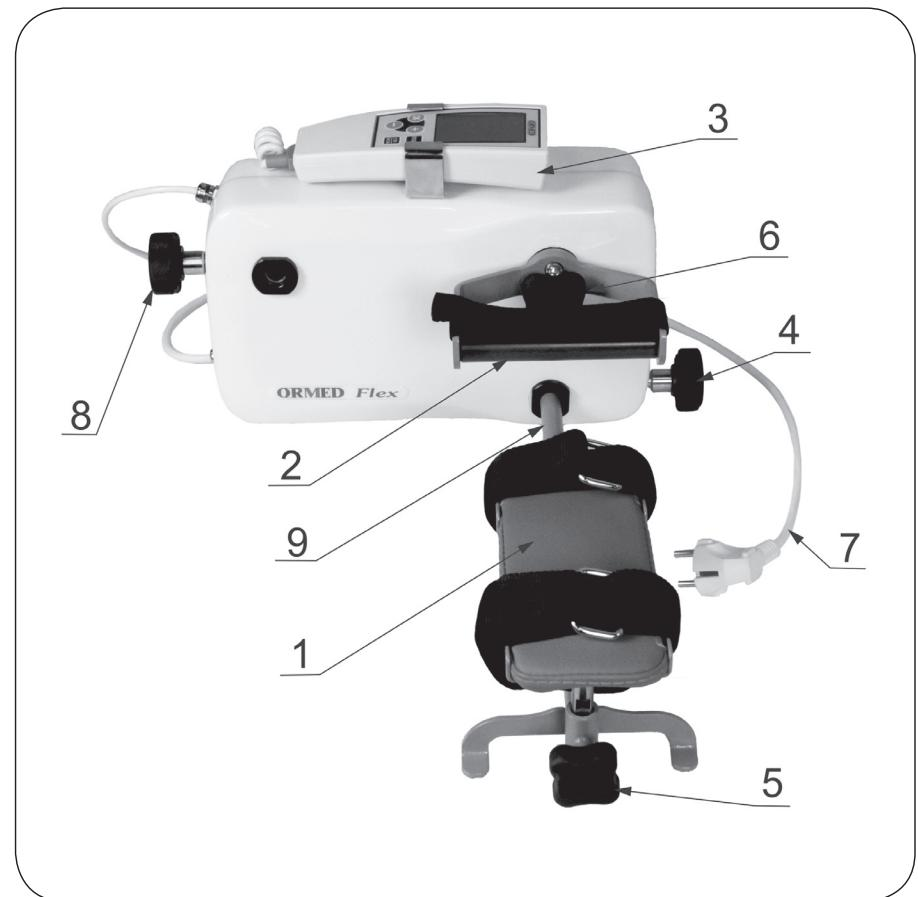
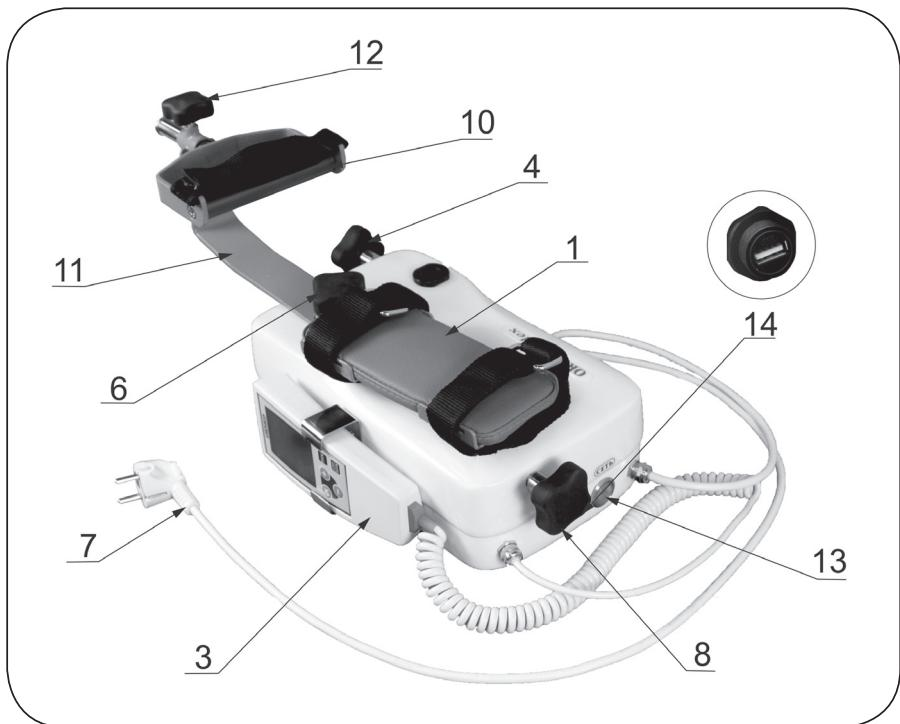

Рисунок 4.1 – Основные функциональные элементы Аппарата в положении для пронации/супинации
Рисунок 4.2 – Основные функциональные элементы Аппарата в положении для сгибания/разгибания и девиации.
4.2. Основные функциональные элементы Аппарата (см. рис.4.1, рис. 4.2):
Аппарат в положении для пронации/супинации включает (см. рис. 4.1): 1. Лоток предплечья. 2. Ручка пронации/супинации. 3. Пульт управления. 4. Фиксатор для стойки пронации/супинации. 5. Фиксатор высоты лотка предплечья для пронации/супинации. 6. Фиксатор для ручки пронации/супинации и для водила сгибания/разгибания и девиации. 7. Сетевой кабель. 8. Фиксатор высоты лотка предплечья для сгибания/разгибания и девиации. 9. Стойка для пронации/супинации.
Аппарат в положении для сгибания/разгибания и девиации включает (см. рис. 4.2):